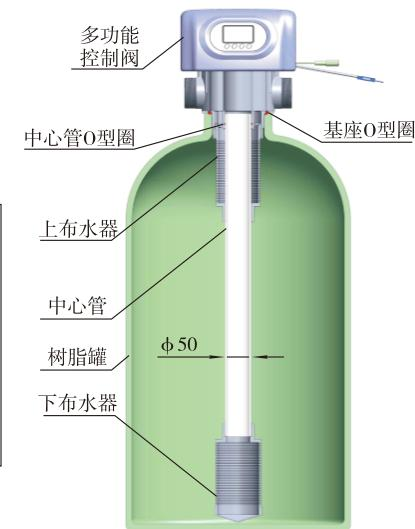

图1-1
- ① 软化器与排水口的距离越短越好；
- ② 留有一定的空间，便于设备的操作和维修；
- ③ 对软水器，盐箱应靠近软水器；
- ④ 应远离热源，且不能将阀暴露在室外，日晒、雨淋可能导致系统的损坏。
- ⑤ 不要将系统设备安置在有酸碱、强磁场、强振动等环境中，以免造成电子控制系统失灵。
- ⑥ 不要将装置及排水口、溢流管件等安装在小于5℃，大于45℃的地方；
- ⑦ 应尽可能将系统安装在出现漏水情况时，损失最小的地方。
**C、管路安装(以F74A3为例)****① 安装控制阀**
- a、按图1-1所示，选取外径为50mm的中心管(以国标中心管为例)，把中心管与下布水器用胶封固。放入罐体底部，将超过罐口部分的中心管截断并外部倒圆。